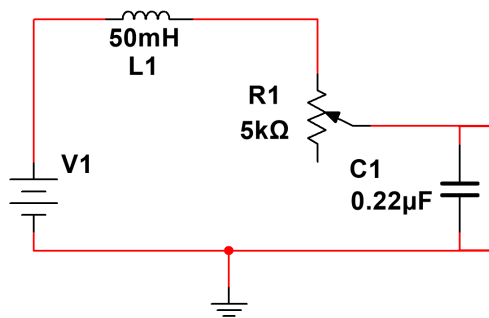

Figura 38. Sistema eléctrico de segundo orden
En la Figura 38 se observa un circuito eléctrico, cuyo modelo matemático está dado por la ecuación (40).